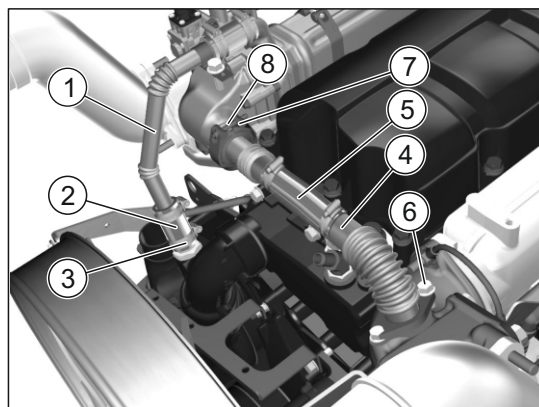

Рис.15. Снятие трубки рециркуляции.
1. Снять трубку (1) подвода охлаждающей жидкости к охладителю EGR вместе с рукавами (2), ослабив 4 хомута (3).
2. Снять трубку (4) рециркуляции вместе с рукавом (5), отвернув 2 болта (6) и ослабив хомут (7). Снять прокладку (8) между дифференциальным клапаном EGR и трубкой рециркуляции (см. Рис. 15).